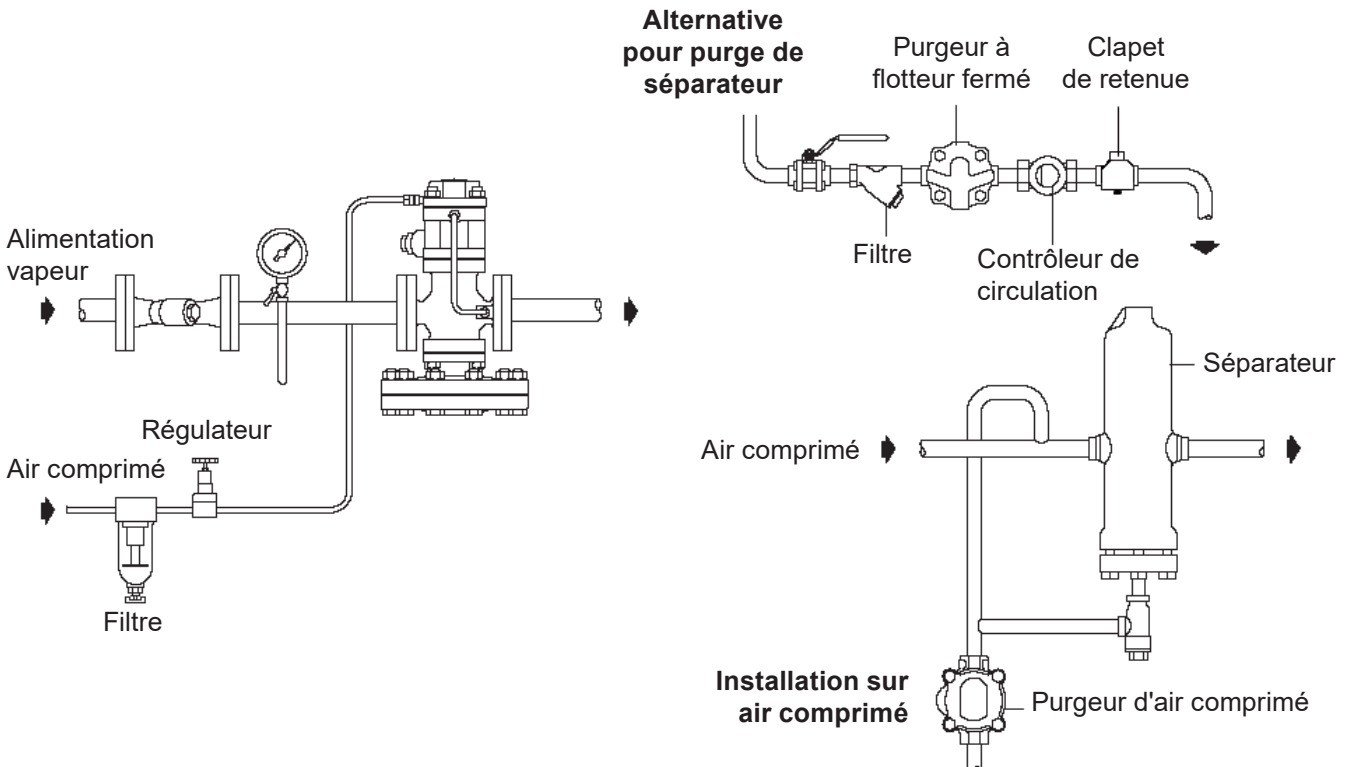
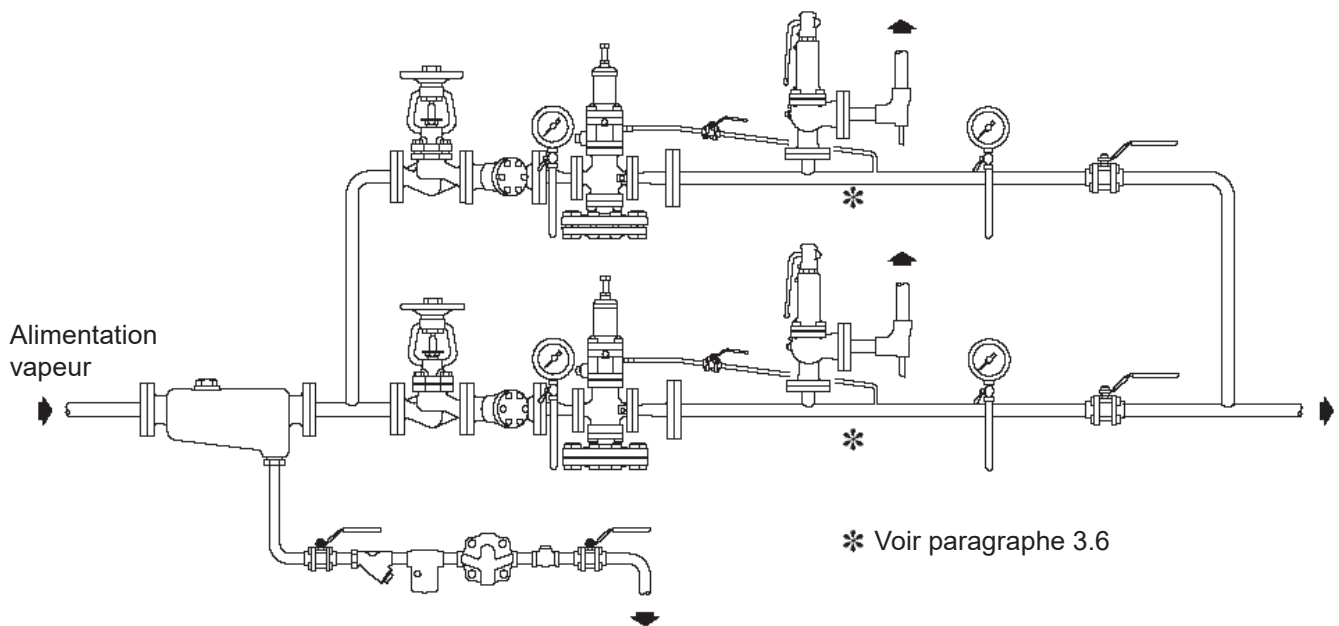
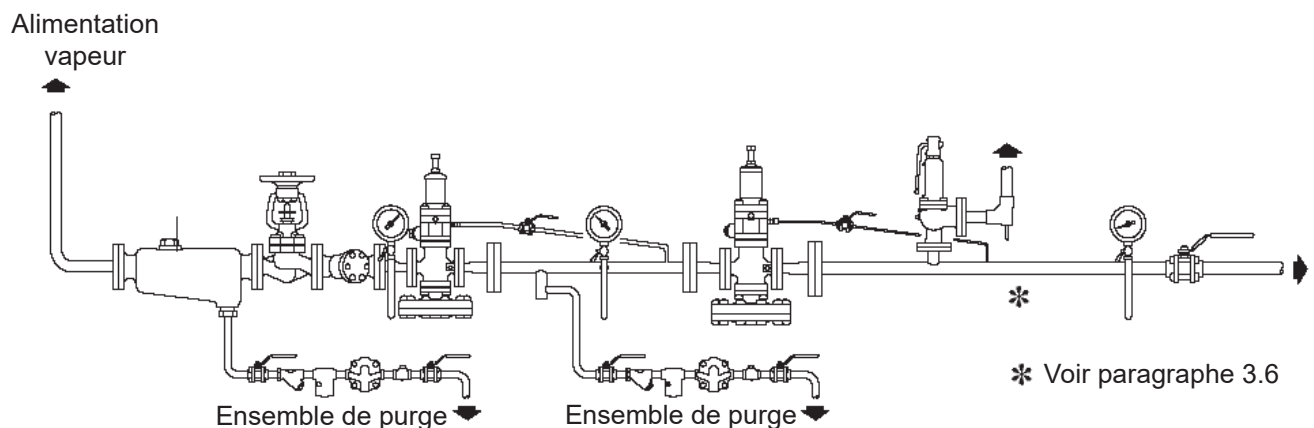

Fig. 4 - Installation recommandée
Fig. 5 - Deux détendeurs en parallèle
Fig. 6 - Deux détendeurs-régulateurs installés en série
La conduite de la pression de contrôle sera raccordée à la chambre de contrôle (voir Fig. 4). Pour l'alimentation d'air, un tube en cuivre de diamètre extérieur de 6 mm conviendra. La pression maximale d'alimentation du DP27R est limitée à 15 bar eff.
3.2 Montage (Fig. 4, 5 et 6)
Le détendeur-régulateur doit toujours être monté avec la membrane principale en dessous de la tuyauterie horizontale (Fig. 4). Lorsqu'il s'agit de contrôler, soit un très grand débit, soit un débit très variable, deux (ou plus) détendeurs peuvent être installés en parallèle (Fig. 5). Pour une pression détendue de rapport 10 à 1, vous devez installer deux DP en série. Pour éviter une instabilité entre les deux DP, la distance de montage entre les deux appareils doit être au moins égale à 50 fois le diamètre. Pour assurer une bonne purge de la tuyauterie entre les deux DP, un ensemble de purge doit être installé, voir Fig. 6.